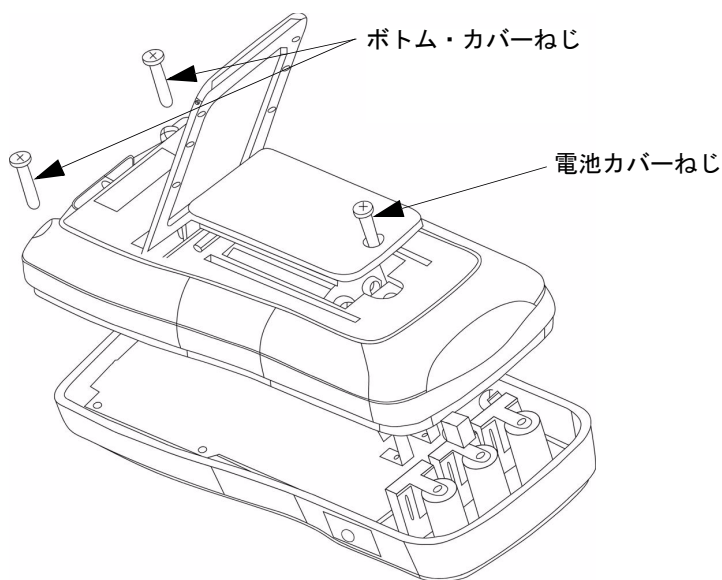

図3-2 ヒューズの交換
- 2 適切なねじ回しでねじを緩め、図3-2に示すようにボトム・カバーを取り外します。